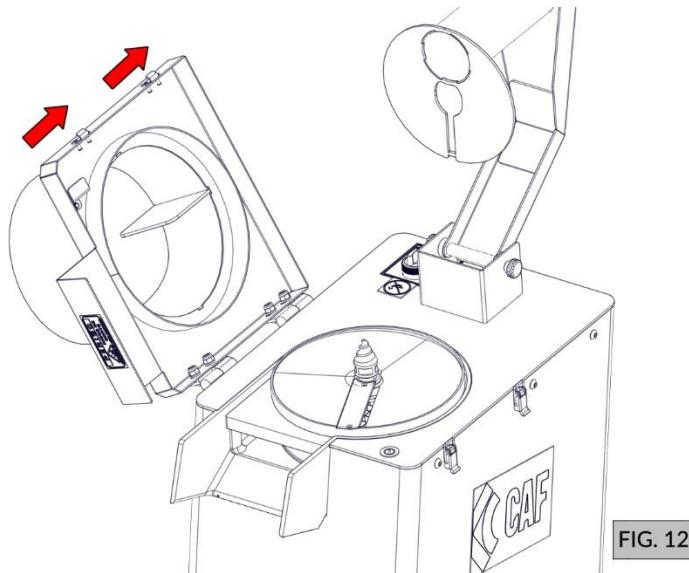

FIG. 12
3. Abra a trava frontal, articule a tampa lateralmente, empurre a tampa para trás e retire a tampa (FIG. 12).